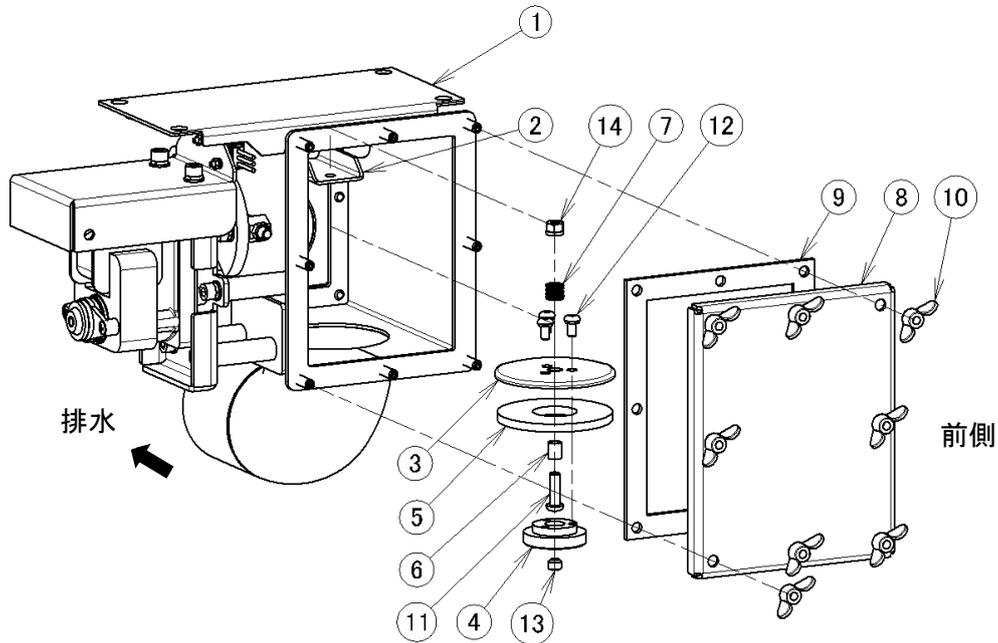

図 8-12
8. 3. 7 排水弁(図 8-12)
- ・ ⑧排水ボックス前板フタを開けると排水ボックス内の排水しきれなかった水が出て来ます。排水ボックスの下にトレーなどを置き作業すること。
- ・ ⑩蝶ナットを緩め、⑧排水ボックス前板フタと⑨排水ボックス前板パッキンを外します。
4) 排水弁ゴム板の交換(図 8-12,15,16)
- ・ ⑬六角穴付止めネジを緩め取り外します。
- ・ 六角レンチで⑪六角穴付ボタン小ネジを固定して、⑭SW・Nセットを緩め②水洗用弁ウデより排水弁ゴム板組立品(③④⑤⑫)を取り外します。
- ・ ⑥スペーサーリング⑦弁押えスプリングも同時に外れます。
- ・ 3箇所⑫六角穴付ボタン小ネジを緩め⑤排水弁ゴム板を取り外し組み換えます。
- ・ 逆の手順で②水洗用弁ウデに排水弁ゴム板組立品を取付けます。
- ・ ⑬六角穴付止めネジは緩み止め剤を塗布し⑪六角穴付ボタン小ネジの頭に接触してから 1/2～1 回転緩めてセットします。